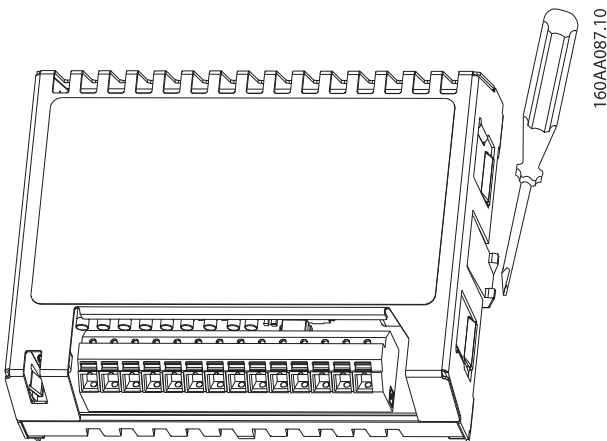

Abbildung 1.6 Ausbau der Option
2. Lösen Sie den Schnappverschluss durch eine seitliche Hebelbewegung wie in *Abbildung 1.6* dargestellt.